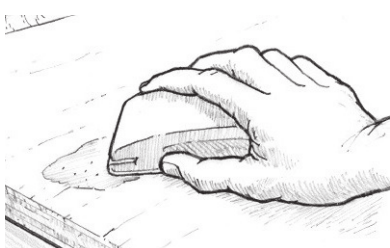

Figure 23 Poncez le composant de profilage durci pour obtenir le contour souhaité.
6. Poncez le matériel de profilage pour se confondre parmi le contour environnant (Figure 23). Commencez par un papier émeri de 50-grains si vous avez une grande quantité de profilage à éliminer. Utilisez du papier à poncer de grain 80 sur le bon bloc de ponçage lorsque vous vous approchez du contour final. ATTENTION ! Ne pas oublier votre masque antipoussière. Éliminez la poussière du ponçage et comblez tous les vides restant de la même manière.